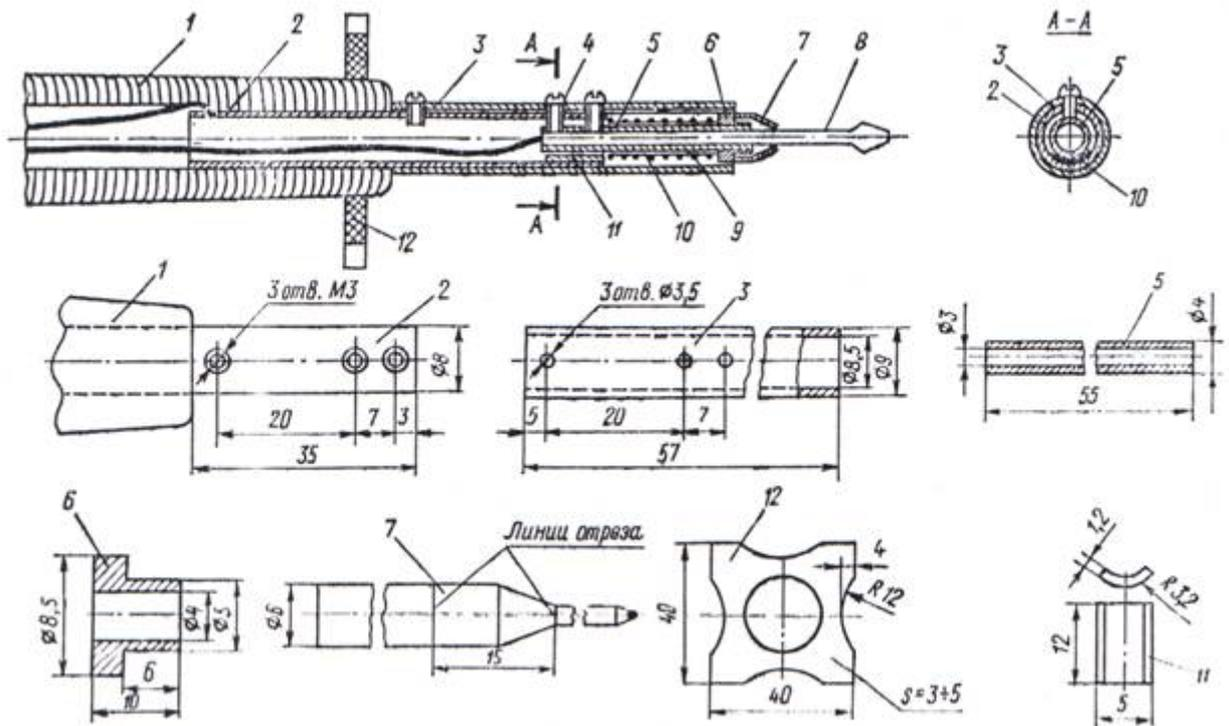

Рис. 1. Микропаяльник для печатного монтажа.
1.1. Микропаяльник для печатного монтажа, удобный и легкий, мощностью 25 Вт на напряжение 6 В нетрудно собрать самому (рис. 1).